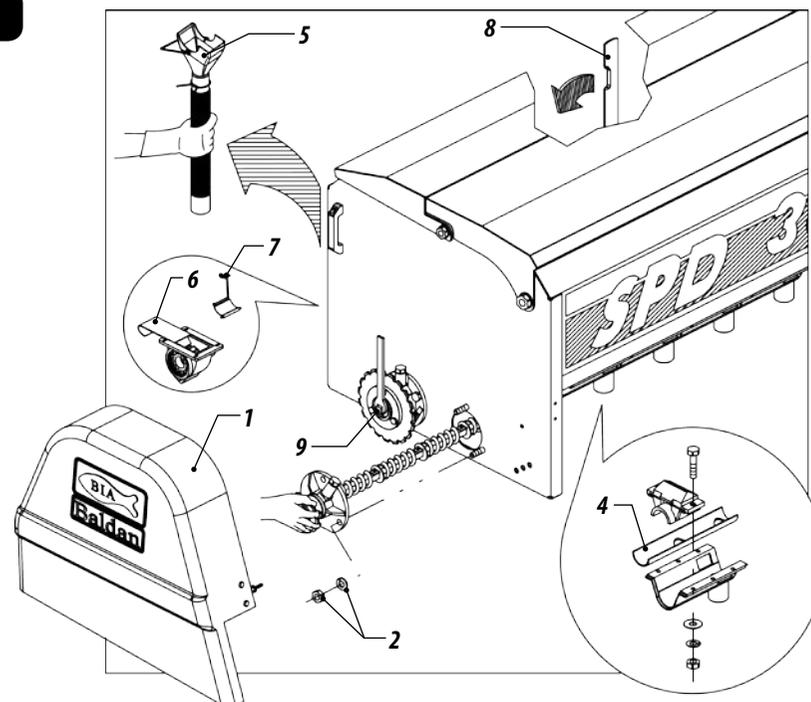

Figura 144
- 01 - Retire la tapa de protección de la transmisión (1), suelte las tuercas y arandelas (2) del cubo (3), solamente del lado externo de la sembradora, tire el cubo con el eje completo (3), girándolo para facilitar la retirada. Verifique las canaletas de PVC (4) que están dispuestas en el fondo del depósito, si presentan desgastes, cámbielas.
- 02 - Proceda a limpiar los depósitos y también los ejes y en seguida lávelos con agua corriente. Monte nuevamente los ejes observando el montaje correcto del conjunto de la canaleta, pues los orificios de salida del abono tanto de la canaleta como del pico deben coincidir conforme detalle de la figura 144.